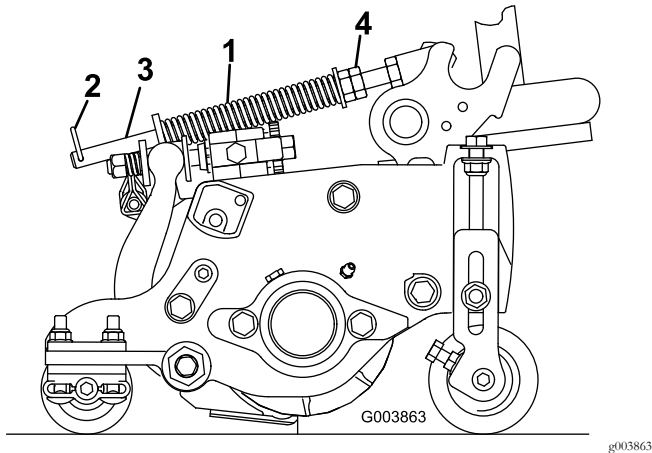

図 16
ターフ補正スプリング図 16 は、カッティングユニットの前から後ろへの「体重移動」を行う働きがあります。これにより、マーセリングやボビングと呼ばれる「波打ったような」仕上がりを防いでいます。
1. スプリングロッドの後穴にヘアピンコッターを忘れずに取り付けてください 図 16。
2. スプリングロッド前部の六角ナットを締め、スプリング圧縮状態の長さが以下の通りになるようにする5インチカッティングユニットでは 12.7cm 7インチカッティングユニットでは 15.9cm 図 16。